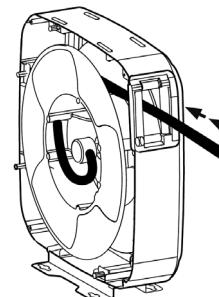

FIG 14.
4. Gently pull the hose and let it rewind (Fig. 14).
4. Dra försiktigt ut slanggen tills spärren släpper och låt slanggen rullas tillbaka på rullen (Fig. 14).